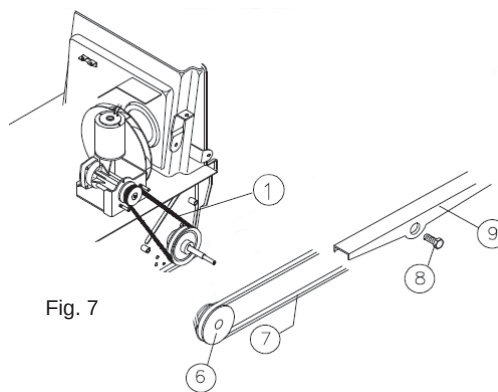

Fig. 7
- Retire la correa pos. 7 Fig. 7 de la polea pos. 6 Fig. 7.
- Desenrosque el perno de fijación pos. 8 Fig. 7 y haga salir los ganchos del brazo lateral pos. 9 Fig. 7 del anillo dentado loco.
- Retire la correa pos. 7 del brazo lateral pos. 9 Fig. 7.
- Vuelva a enganchar el brazo lateral pos. 9 Fig. 7 al anillo dentado loco.
- Enrosque el perno pos. 8 Fig. 7.
- Introduzca la correa pos. 7 Fig. 7 en la polea pos. 6 Fig. 7.
- Retire la correa pos. 1 Fig. 7.